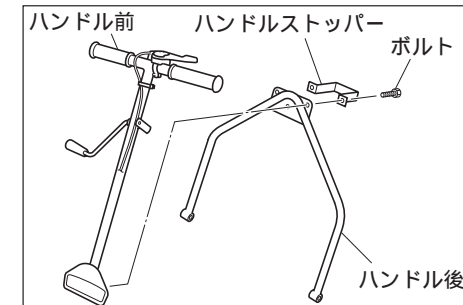

図1
1. ハンドル前、ハンドル後、ハンドルストッパーを付属のボルトで組み立ててください。(図1)